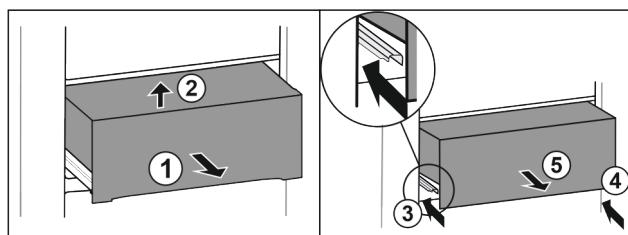

Fig. 28\*
- Вытяните выдвижной ящик наполовину Fig. 28 (1).\*
- Приподнимите спереди Fig. 28 (2).\*
- Вставьте левую направляющую Fig. 28 (3).\*
- Вставьте правую направляющую Fig. 28 (4).\*
- Извлеките выдвижной ящик движением вперед Fig. 28 (5).\*